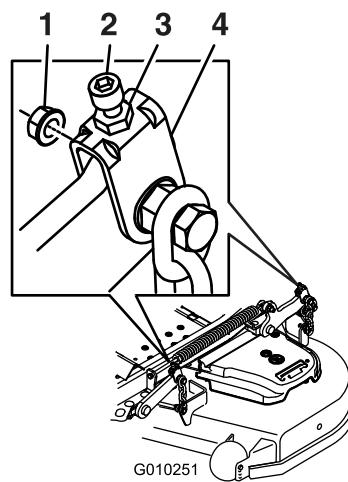

Figura 88
11. Para las carcchas de corte identificadas en Figura 88, gire la tuerca de ajuste del conjunto de elevación de la carccha delantera para modificar la altura (Figura 88).
- Gire el tornillo de ajuste hasta obtener una altura de 8.3 cm (3 1/4") (Figura 88).